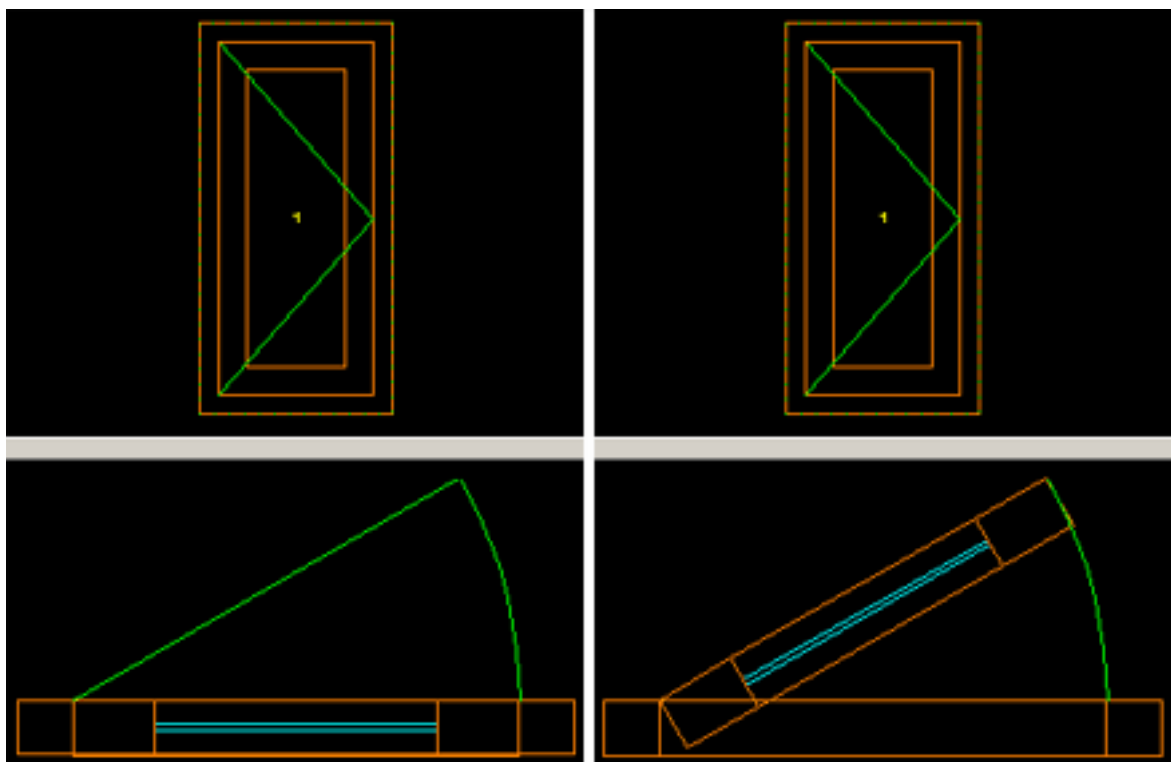

Рисунок 36
- *Верх в 2D, Верх в 3D* – устанавливает, будет ли видно открывание (вид сверху в виде линии с дугой, Рисунок 36) в плане, либо оно попадет в трехмерную модель.